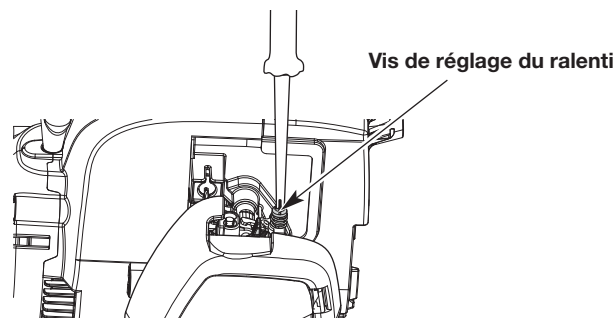

Fig. 19
2. Relâchez la manette des gaz et laissez le moteur tourner au ralenti. Si le moteur s'arrête, insérez un petit tournevis à pointe cruciforme pour tourner la vis du ralenti dans le sens horaire, de 1/8 de tour à la fois (comme nécessaire) jusqu'à ce que le moteur tourne au ralenti (Fig. 19).
3. Si le ralenti du moteur est trop rapide, tournez la vis de réglage du ralenti dans le sens horaire inverse, de 1/8 de tour à la fois (comme nécessaire) pour réduire le régime du ralenti (Fig. 19).